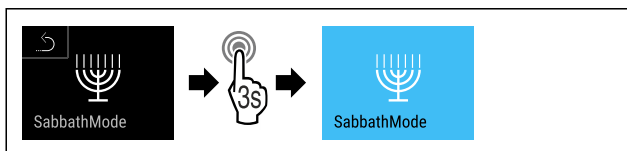

Fig. 13
- Følg anvisningene (se Fig. 13).